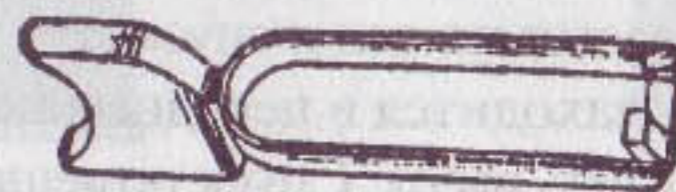

Рис. 155. Спуск со спусковой тягой
*Спуск* (рис. 155) составляет одно целое со спусковой тягой. При нажатии на спуск стреляющим пальцем спусковая тяга нажимает на уступ шептала (5 на рис. 153), при этом шептало поворачивается по оси и спускает курок с боевого взвода. Когда тяга находится в переднем положении, она поднимает разобщитель вверх. Спуск помещается в рукоятке рамки и огражден спусковой скобой. При разборке спуск обычно не отделяется.